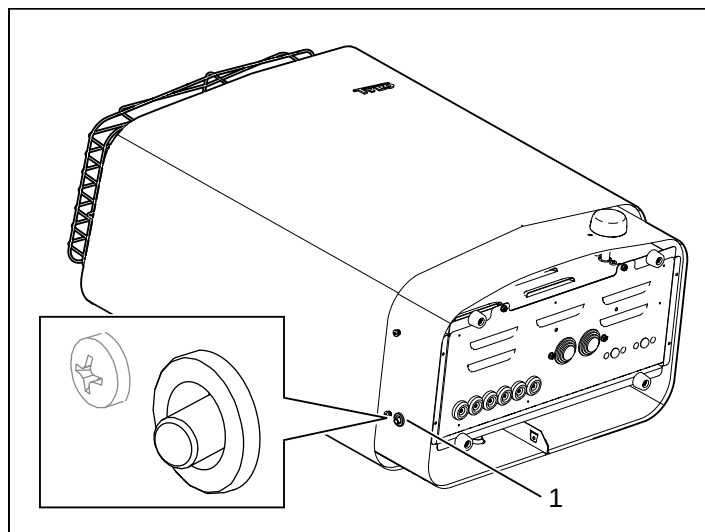

Fig. 6: Réinitialisation de la protection thermique
- **Poêle** - La protection thermique dans le poêle sert empêcher la surchauffe du bois et des composants électroniques à l'intérieur du sauna. Sur le dessous du poêle se trouve un bouton-poussoir rouge (voir Fig. 6). Si la protection thermique du poêle s'est déclenchée, un déclic est ressenti lorsqu'on enfonce le bouton. Si la protection thermique ne s'est pas déclenchée et après réinitialisation, le bouton est toujours sur ressort.